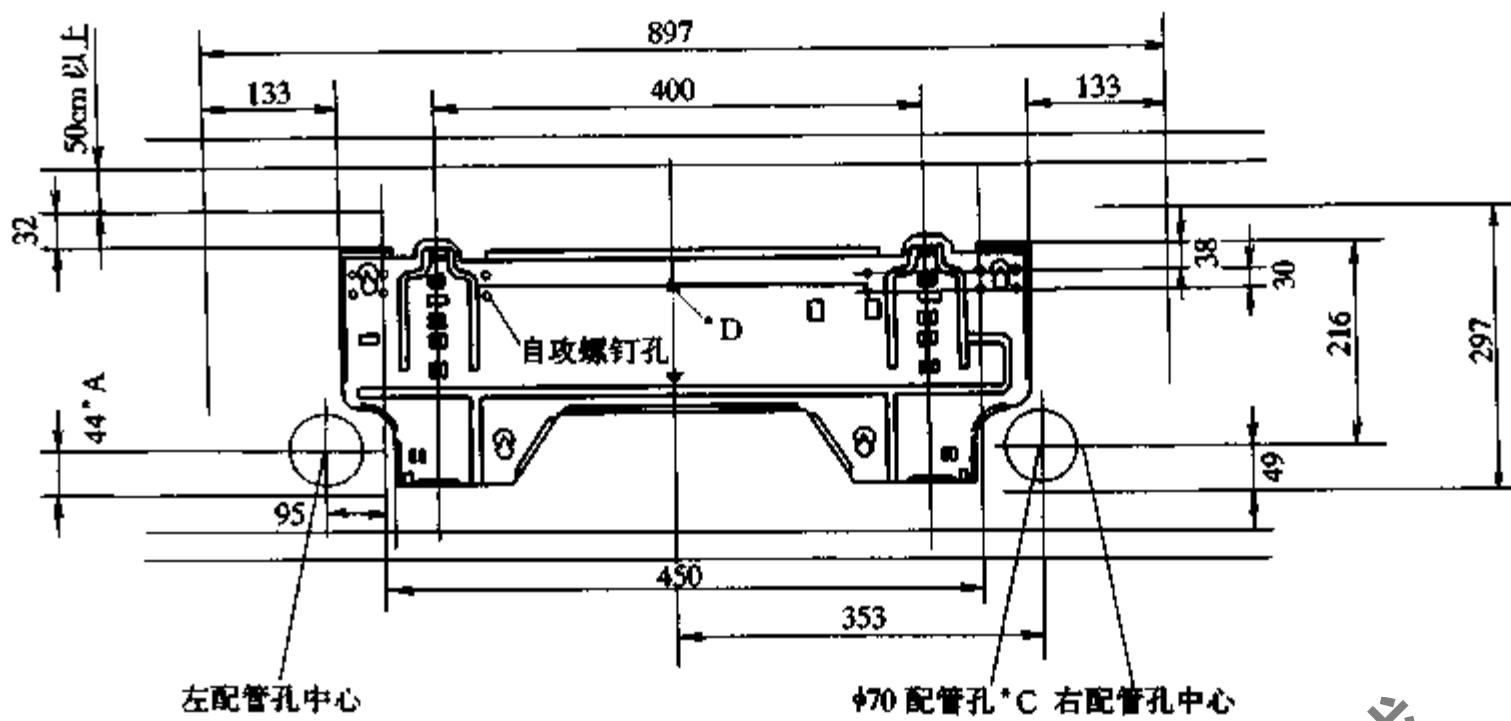

图 7-36 安装板尺寸示意图
- (1) 左配管孔要在距右配管孔下方 5mm( $49 - 44 = 5$ )以上的位置开孔,如图 7-36。
- (2) 注意配管孔中心的确定。
- (3) 当开孔中心钻Φ65 孔时,应在孔中心位置向下 3mm 处开孔。